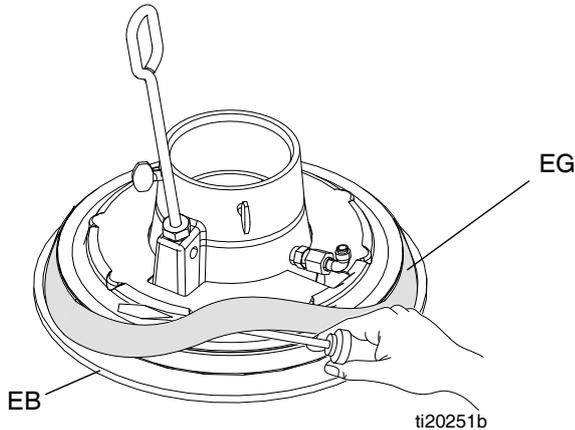

FIG. 12: Distanziatore Scorrevole
2. Inclinare il distanziatore (EG) con la mano e allontanarlo dalla piastra, tirandolo verso il basso oltre la flangia. Vedere FIG. 12.
3. Conservare il distanziatore (EG), in quanto è necessario per altre applicazioni.
1. Assicurarsi che il diametro maggiore del distanziatore (EG) sia rivolto verso il **basso**. Spostare a mano il distanziatore (EG) verso l'alto, oltre la piastra, completamente sopra la flangia della piastra. Vedere FIG. 12.